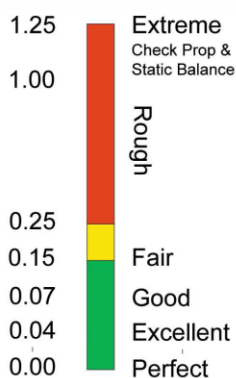

Figura 3: Classificação em IPS das faixas de vibração
- 5- Realizar balanceamento Dinâmico da hélice para conferência do índice de vibração (IPS), no qual, um "Bom" balanceamento deve estar abaixo de 0.07 IPS, conforme ilustrado na **Figura 3**;